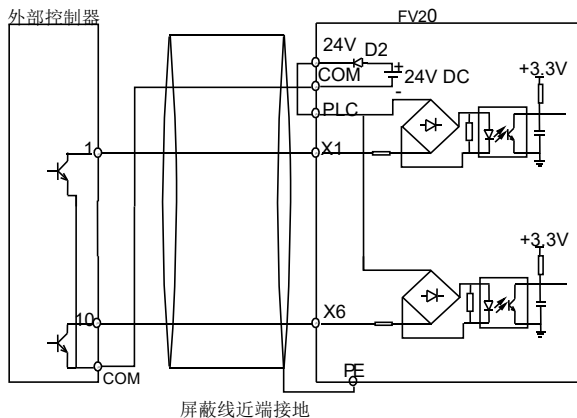

图 4-7 使用变频器内部+24V 电源的源极连接方式
1)使用变频器内部+24V 电源，外部控制器为 NPN 型的共发射极输出的连接方式，如图 4-7 所示。